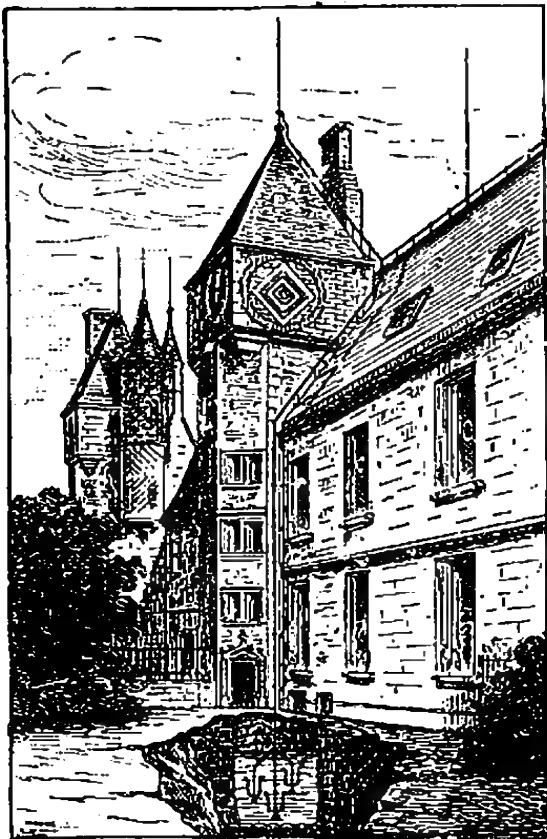

Fig. 547. — Paratonnerre de Franklin.
9. Le paratonnerre. — Franklin utilisa le pouvoir des pointes dans le paratonnerre (fig. 547). C'est une forte tige de fer, terminée par une pointe de cuivre ou de métal inoxydable, placée au sommet d'un édifice et communiquant avec une partie humide du sol (puits, étang, etc.) au moyen d'une tige de fer ou d'un câble de fils de fer.